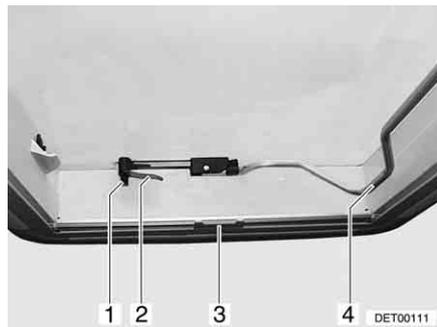
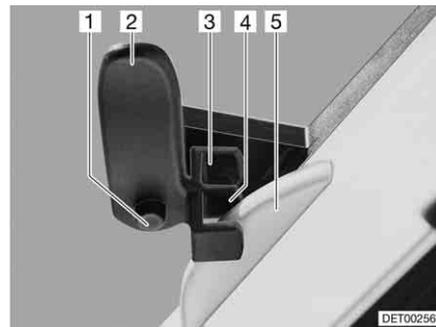

Fig. 65 Oblò Heki, chiuso
Fig. 66 Oblò Heki in posizione di ricircolo d'aria 1
- Premere il bottone di sicurezza (Fig. 65,1) e ruotare di un quarto di giro verso l'interno la leva di serraggio (Fig. 65,2).
- Tirare la staffa (Fig. 65,4) verso il basso per sbloccarla dall'arresto.
- Ruotare la leva di serraggio (Fig. 65,2 e Fig. 66,2) di un quarto di giro. Il nasello del serraggio del tetto (Fig. 66,5) deve innestarsi nella forchetta di serraggio superiore (Fig. 66,3).
- Premere il bottone di sicurezza (Fig. 66,1) e girare all'indietro la leva di serraggio (Fig. 66,2). Il nasello del serraggio del tetto (Fig. 66,5) deve innestarsi nella forchetta di serraggio inferiore (Fig. 66,4).